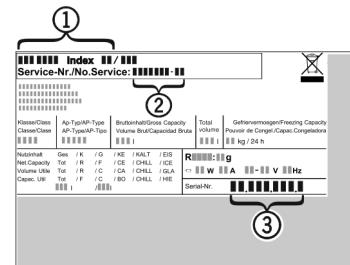

Fig. 7
- ▶ Z typového štítku odčítajte označenie zariadenia Fig. 7 (1), servisné č. Fig. 7 (2) a sériové č. Fig. 7 (3). Typový štítok je na ľavej vnútornej strane zariadenia.